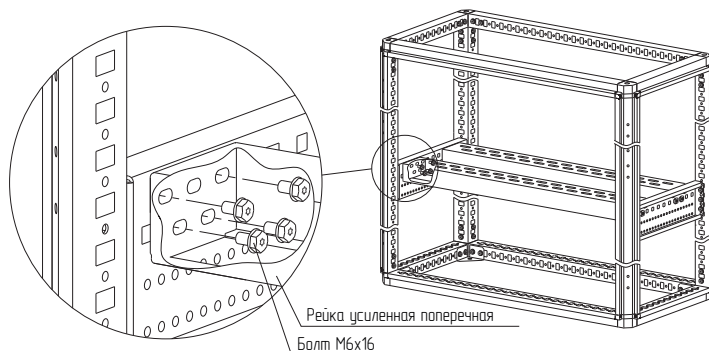

Рисунок 40
4.22.3 Установить рейку усиленную поперечную между реек усиленных боковых и закрепить болтами М6х16 (рисунок 40).